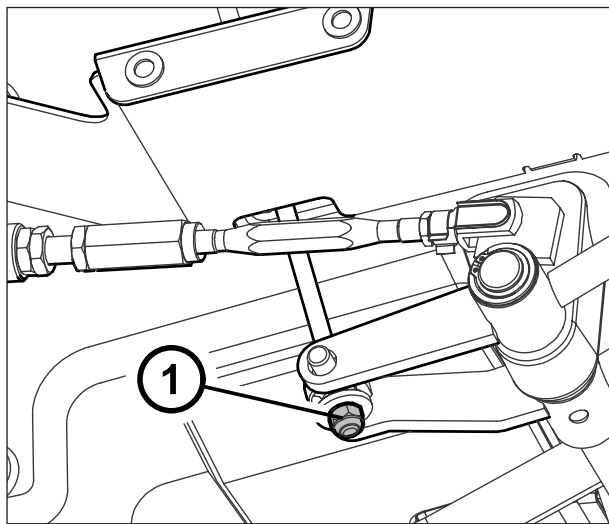

Fig. 103
### Freno de mano (Fig. 103)
Después de haber regulado los pedales de los frenos si es necesario regular la carrera en vacío de la palanca del freno de mano mediante la tuerca de regulación (1) Fig.103 montada en los tirantes del freno de mano presente en el tren trasero bajo el tractor, para que el mismo se active en la segunda posición de su carrera.
Bloquear la contratuerca (2) Fig. 103 después de haber regulado la regulación (1) Fig. 103 del freno de mano.